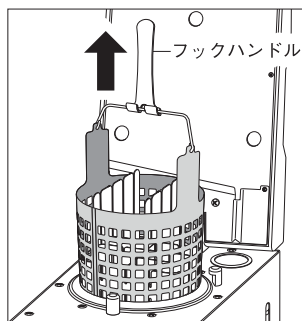

図 17
- 5) ドアを開いてフックハンドルを用いてバスケットを取り出し、滅菌物を取り出します。(図 17)